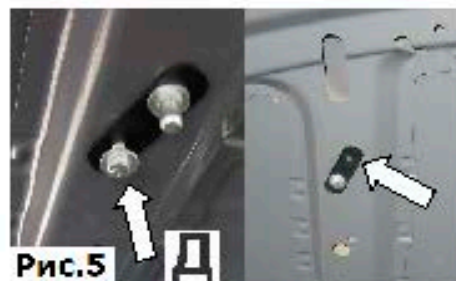

Рис.5
5. Совместить отверстие в закладной планке с отверстием в пластине. Вкрутить винт М6х20 на несколько оборотов. Сдвинуть шарнир до упора вверх и к середине капота. Затянуть винт М6х20 шестигранником №4 с усилием 9 Нм, выкрутить шарнир, (Рис.5).